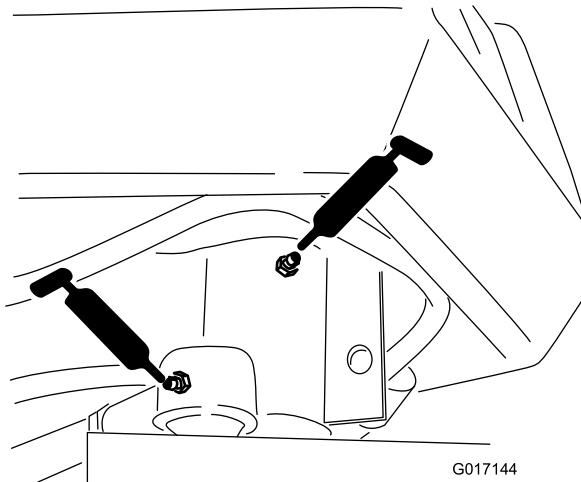

Figure 32
- Axe de fourche de direction (1) (Figure 32)
- Extrémité de tige de vérin de direction (Figure 32)